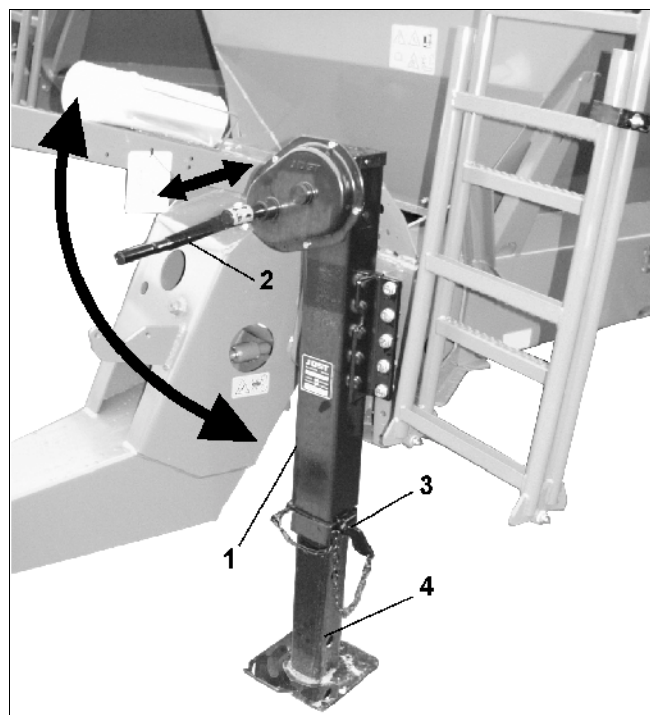

Fig. 10
- Tournez la manivelle (Fig. 10/2) pour remonter la béquille (Fig. 10/1) jusqu'en butée.
- Retirez la goupille (Fig. 10/3) de la béquille.
- Placez la goupille dans l'orifice inférieur (Fig. 10/4) et verrouillez.